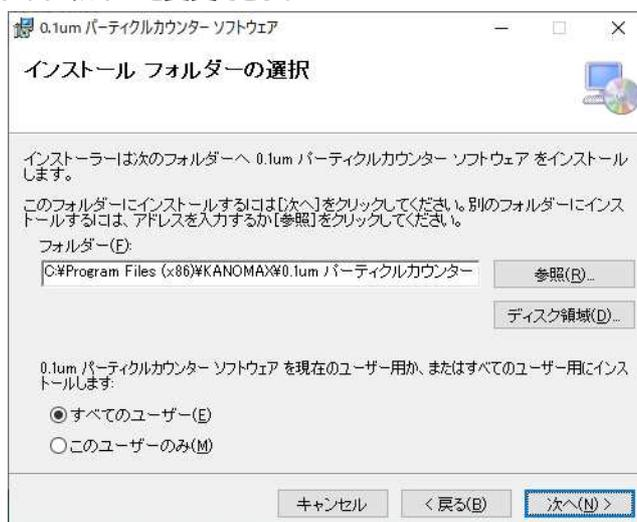

図 2-2 インストール先フォルダ選択画面
2) 次へ (N) をクリックすると、図 2-2 が表示されます。標準のインストール先は C ドライブですが、「参照」をクリックすると、インストール先のドライブやフォルダを変更できます：